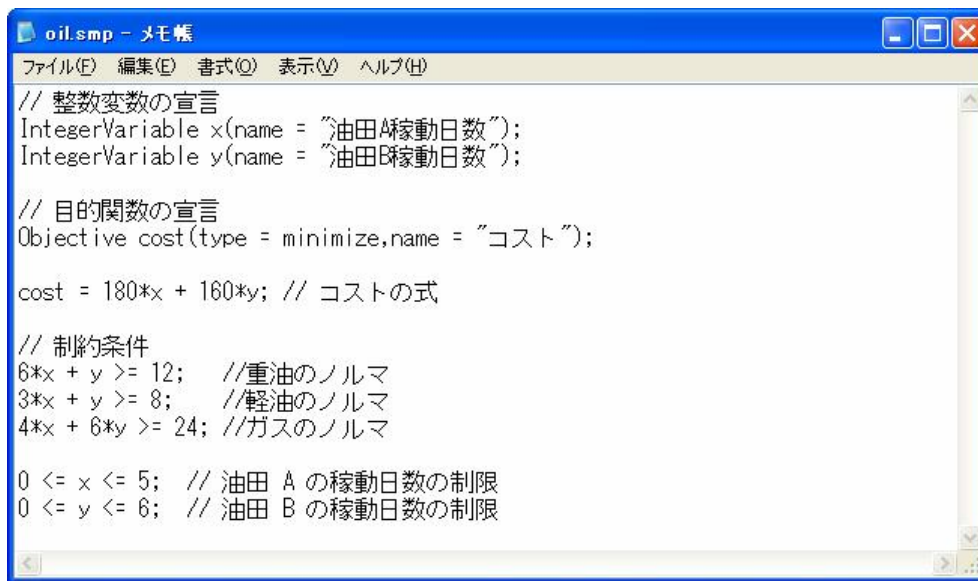

図 8 モデルファイルの書き換え
では、この数理計画問題に少し手を加えてみましょう。今回運転日数は小数の結果が出ました。では次は運転日数が整数になるように設定して最適化してみましょう。NUOPT GUI 上で先ほどダブルクリックしたモデルファイルを右クリックして下さい。そして、編集を選択して左クリックして下さい。そうすると、メモ帳が立ち上がり、ここで編集を行うことができます。立ち上がったモデルファイルを図 8 のように（稼働日数を Variable から IntegerVariable に）書き換えてみましょう。今度は変数や目的関数に名前を付けてみます。また図 8 中のコメント文は書かなくても結構です。
- (1) 名前を付ける際、「name="名前"」のようにダブルクォーテーションで囲む。
- (2) minimize や maximize はダブルクォーテーションで囲まない。
- (3) 今回の目的関数のように type や name といった複数の設定を行うときは、図 8 のようにカンマで区切る。また、type や name の設定の順番を変えてもよい。